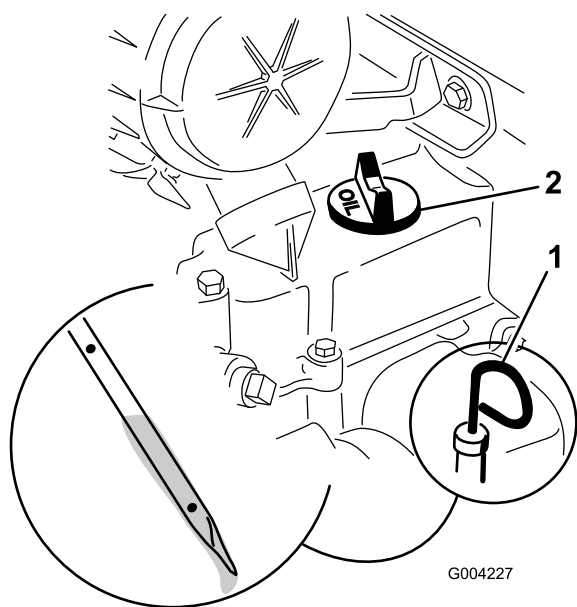

Рисунок 17
4. Очистите область вокруг отверстия для измерительного щупа (Рисунок 17).
5. Вытяните масломерный щуп и вытрите металлический конец насухо (Рисунок 17).
6. Вставьте щуп в масломерную трубку до упора (Рисунок 17).
8. Если уровень масла слишком низкий (ниже отверстия в нижней части), очистите зону вокруг крышки маслозаливной горловины и снимите крышку (Рисунок 17).